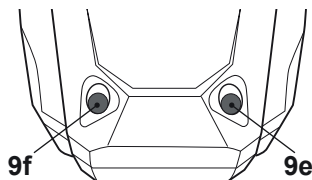

Fig. 11
- > Surveillez le voyant de la batterie et du chargeur régulièrement pendant le chargement (Fig. 11).